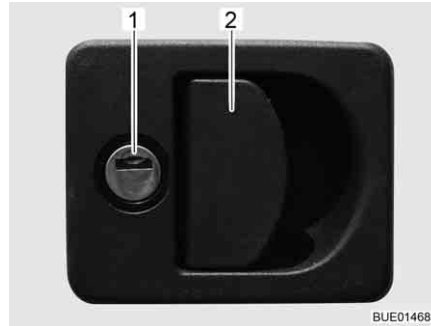

Fig. 63 Serrure du portillon avec poignée
- Insérer la clé dans le barillet (Fig. 63,1) et la tourner d'un quart de tour. La serrure du portillon est déverrouillée.
- Tirer sur la poignée de la serrure (Fig. 63,2). Le portillon extérieur est ouvert.